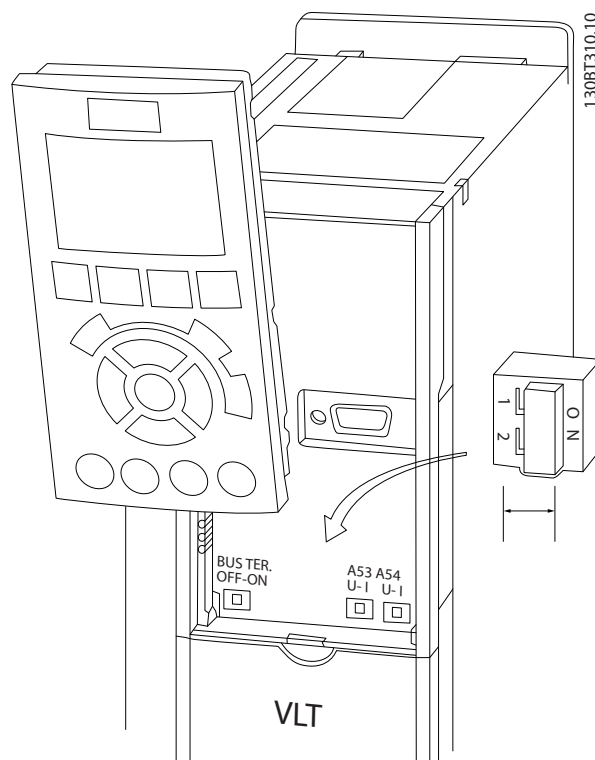

Bild 2.31 Placering av switcharna för plintarna 53 och 54 och busstermineringsswitch
- Brytarna blir tillgängliga när LCP:n har tagits bort (se Bild 2.31).